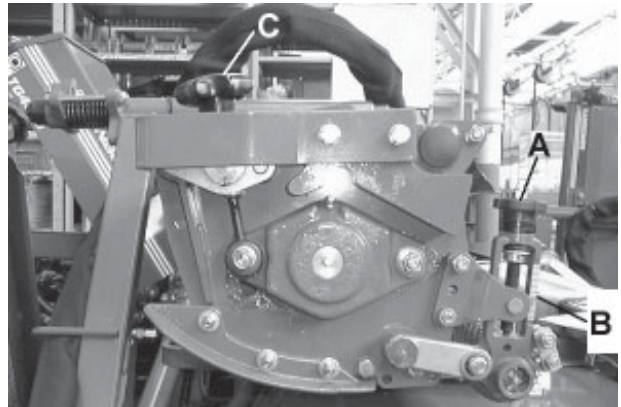

Fig.4
### MAAIHOOGTE (FIG. 4 & 5)
1. Het stelwiel of de moer (A Fig. 4) op het handwiel, rechtson (+) draaien om de maaiahogte te verhogen. Linkson (-) draaien, om de maaiahogte te verminderen.
2. Controleren of beide afstellingen op alle maaieenheden, in gelijke mate worden afgesteld. Teneinde het verkrijgen van een gelijke afstelling te vergemakkelijken, zijn aan weerskanten van de rol, maaiahogte-indicators (B Fig.4) aangebracht.